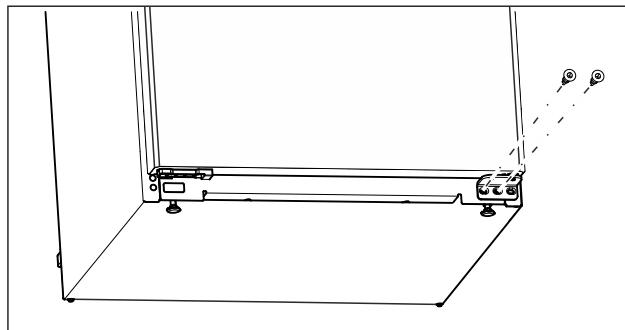

Fig. 15
- Выверните на нижнем опорном кронштейне центральный винт при помощи отвертки Torx 20. (см. Fig. 15)
- Выверните на нижнем опорном кронштейне внутренний винт при помощи отвертки Torx 20. (см. Fig. 15)